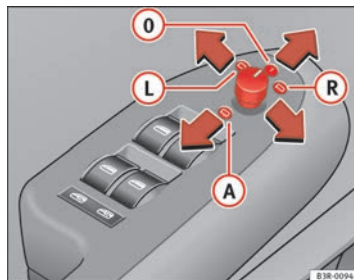

Abb. 104 Ausschnitt aus Armlehne: Drehknopf
- Drehen Sie den Drehknopf in Stellung ⇒ Abb. 104 **L** (Fahreraußenspiegel) oder in Stellung **R** (Beifahreraußenspiegel).
Beim Einlegen des Rückwärtsgangs kippt die Spiegelfläche etwas nach unten, wenn auf den Beifahreraußenspiegel umgestellt ist (Drehknopf in Stellung **R** ⇒ Seite 137, Abb. 104). Dadurch wird beim Einparken die Sicht zur Bordsteinkante ermöglicht.